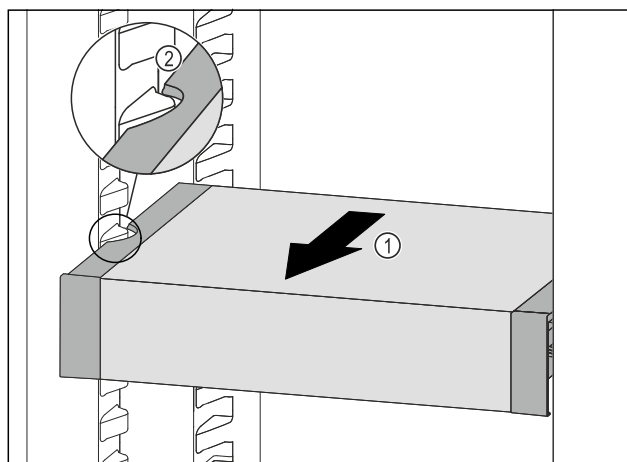

Fig. 121
- ▶ Predal VarioSafe povlecite naprej Fig. 121 (1), dokler nista stranska izreza predala VarioSafe na višini nastavka za posodo v hladilniku. Fig. 121 (2)